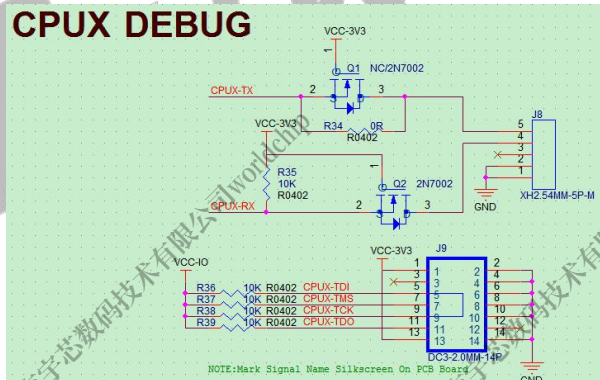

图 2-49 CPUX 的调试接口
- CPUX 的 JTAG 调试接口和 UART 接口分别可以从 SOC 的 PB、PF 口出来，两者必须至少保留其中一种接口，以便开发调试和量产问题分析处理。在有 TF 卡功能的产品中，建议 PB 口也尽量预留测试点，量产可以不贴元件，增加问题的分析调试通道。UART 接口建议增加防漏电电路，避免样机在长期老化测试中样机和电脑之间存在漏电，导致机器工作不正常或者电脑被拉挂。如图 2-49。